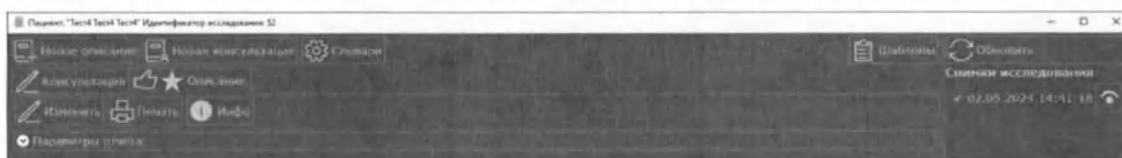

Рис. 133 Описание со статусом "Подтверждено" и "Проверено"
- Статус описания сменится на «подтверждено». На вкладке описания появиться символ «большой палец» (Рис. 133 Описание со статусом "Подтверждено" и "Проверено");